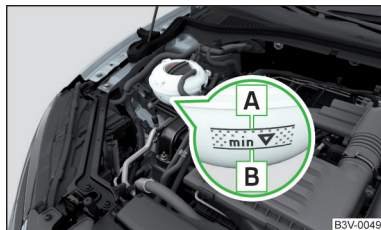

Abb. 231
Die Bezeichnung des Kühlmittels ist auf dem Kühlmittelausgleichsbehälter aufgeführt » Abb. 231 auf Seite 223.
- Das Kühlmittel nicht über die Markierung **A** auffüllen » **Abb. 231** auf Seite 223.
Kühlmittelausgleichsbehälter » **Abb. 231**
➤ Den Kühlmittelstand am Kühlmittelausgleichsbehälter prüfen » **Abb. 231**.
Bei betriebswarmem Motor kann das Prüfergebnis ungenau ausfallen. Der Stand kann auch über der Markierung **A** » **Abb. 231** liegen.